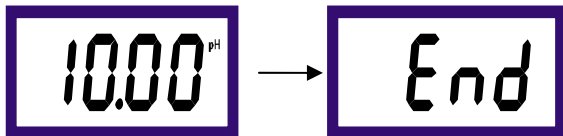

图 7-9
2、按 键或 键将数值调至控制所需的数值，然后按 OK 键确认，仪表显示高点控制调节结束。显示如图 7-9 所示：